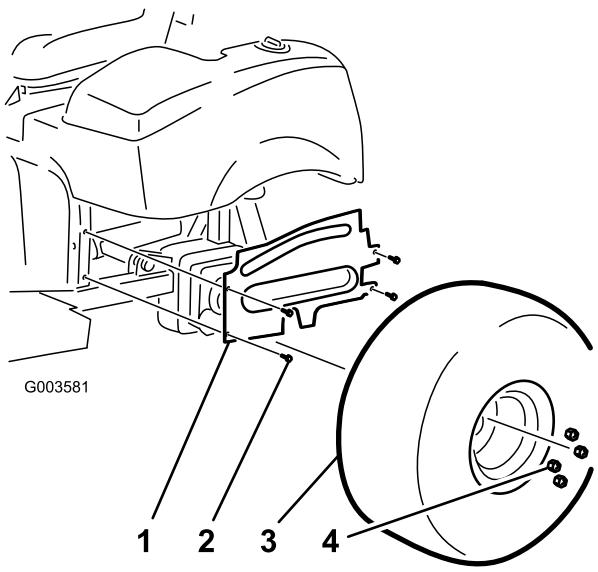

図 5
4. 左ホイール用のシュラウドをフレームに固定しているフランジヘッドねじ(4本)を外す(図 5)。シュラウドと金具類を外して保管する。